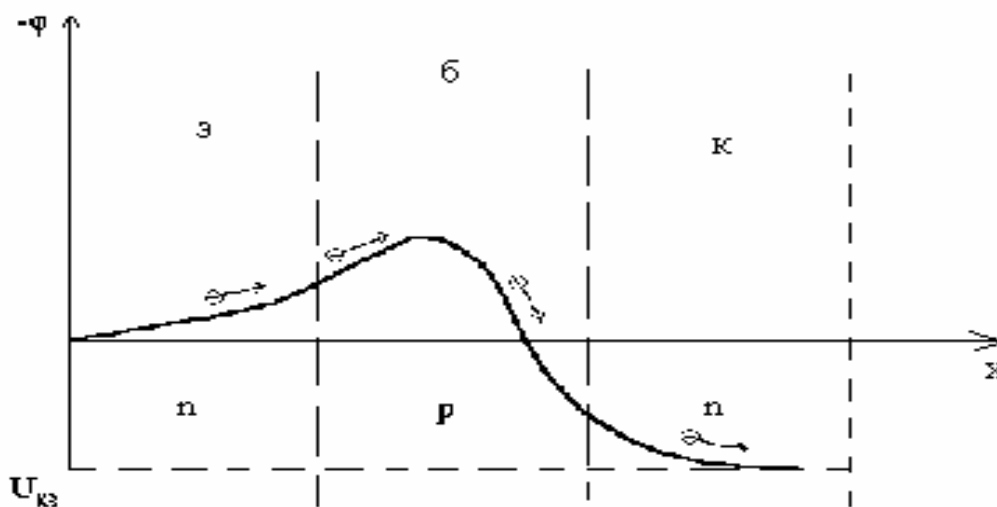
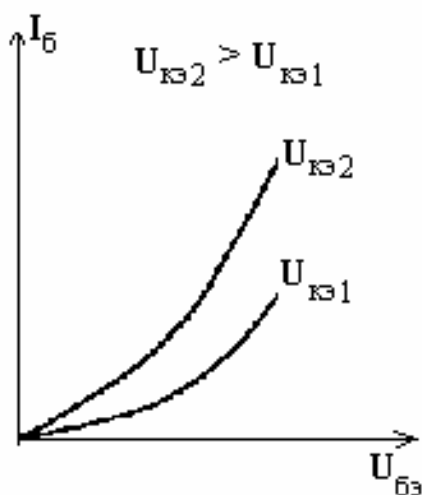

Рис. 2
Рис.3
Работу биполярного транзистора можно наглядно представить с помощью потенциальной диаграммы (рис. 2).
**ВХОДНАЯ ХАРАКТЕРИСТИКА** или характеристика управляющей цепи - это зависимость тока базы  $I_B$  от напряжения между эмиттером и базой  $U_{БЭ}$  при постоянном напряжении на переходе база – коллектор (рис.3.).
Выходные характеристики относятся к коллекторному переходу, находящемуся в закрытом состоянии, поэтому зависимость  $I_K = f(U_{КЭ})$  при  $I_B = 0$  подобна характеристике диода при обратном включении. Если  $I_B \gg 0$ , то выходная характеристика расположена выше, чем  $I_B = 0$ . Увеличение тока базы означает, что увеличилось напряжение  $U_{БЭ}$  (рис. 3). Это увеличение приводит к уменьшению высоты барьера для электронов в области базы (рис. 2). Но тогда большее количество электронов за счет своих тепловых скоростей сможет перейти через барьер. Вследствие этого увеличивается ток коллектора  $I_K$ .